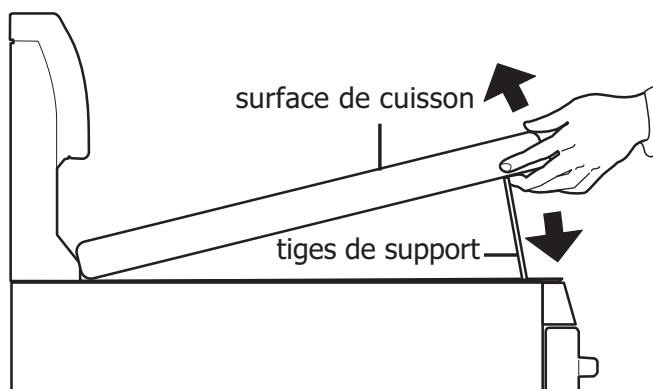

Figure 11 : Soulever la surface de cuisson
1. Ouvrir complètement la porte du four, parallèle au plancher (voir Figure 11).
3. Ouvrir complètement la porte du four, parallèle au plancher (voir Figure 11).